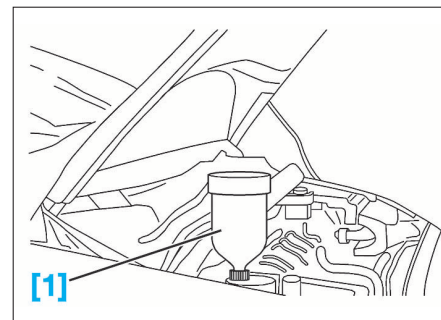

FIG. 40
Cylindre de charge [1] (Fig.40).
- Monter l'ensemble cylindre de charge [1] sur l'orifice de remplissage (Fig.40).